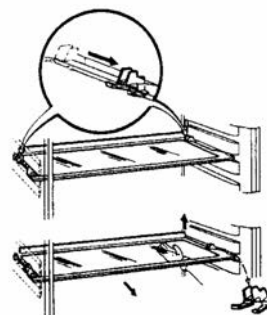

Рис.4
- Снимите с полок красные транспортировочные крепления (см. рис. 4).